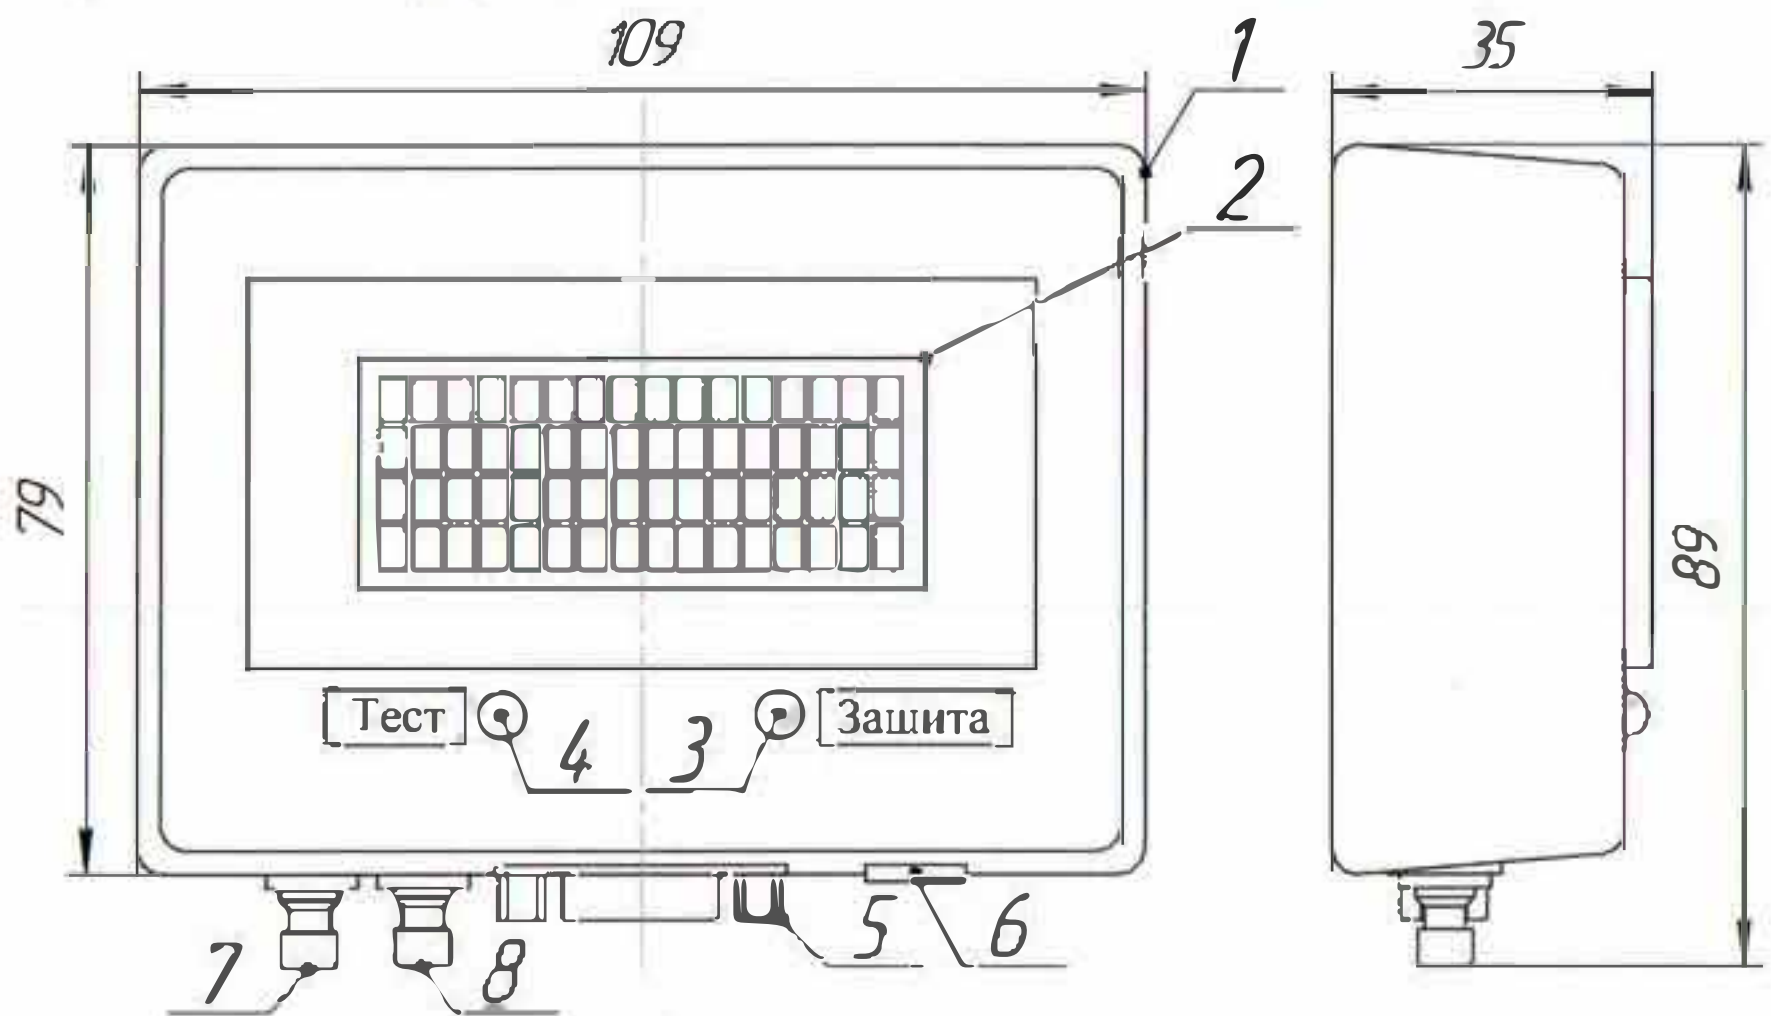

Рисунок 1 — Информационный блок БИН.4МК
4.1 Конструктивно блок выполнен в виде пластмассового корпуса (рисунок 1), внутри которого располагается печатная плата с элементами и вилкой соединителя. В передней части корпуса установлен ЖКИ и светодиодные индикаторы.
Статистику срабатываний аппарата, а также данные о срабатываниях аппарата при возникновении аварий и при проверке, можно просмотреть, нажимая на левую кнопку в нижней части блока (рис. 1, поз. 7). После первого нажатия отображается информация об общем количестве срабатываний аппарата, при последующих нажатиях – информация о каждом из 35-ти последних срабатываний (характер события, дата и время, поврежденная фаза, время срабатывания при проверке). Архивные данные обновляются в аппарате мгновенно при подаче питающего напряжения, а далее – 1 раз в начале каждого часа.
Светодиод красного цвета под ЖКИ (рис. 1, поз. 3) указывает на срабатывание аппарата защиты в результате возникновения аварии или при проверке. Возврат в исходное состояние световой сигнализации осуществляется кнопкой «Сброс индикации» трансформаторной подстанции.
Настройка параметров связи по протоколу Modbus RTU производится с помощью кнопок (рис. 1, поз. 7, 8) и включает возможность изменения адреса блока в сети, скорости передачи данных, формата байта, а также времени дополнительного молчания. Длительным нажатием на кнопку 8 вызывается меню настроек. Кнопка 7 изменяет настраиваемый параметр, кнопка 8 сохраняет его. Для удобства смены адреса и времени дополнительного молчания, кнопку 7 можно удерживать в нажатом состоянии, в результате чего изменение величины параметра ускоряется.